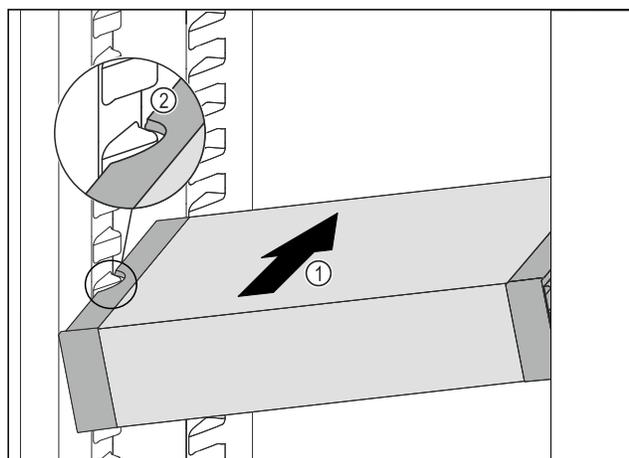

Fig. 94
- ▶ Insérer le VarioSafe en biais dans la partie réfrigérateur Fig. 94 (1) jusqu'à ce que les encoches latérales Fig. 94 (2) du VarioSafe se trouvent à la hauteur de la nervure du bac dans la partie réfrigérateur.